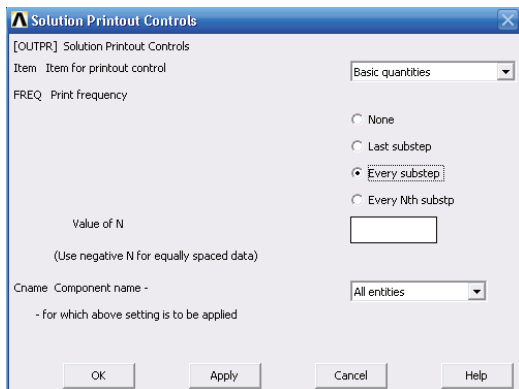

图 3-20 输出控制对话框
15) 选择 Main Menu | Solution | Load Step Opts | Output Ctrl | Solu Printout 命令，出现 Solution Printout Controls 对话框，在 Item Item for printout control 下拉选框中选择 Basic quantities，在 FREQ Print frequency 选项中选择 Every substep，如图 3-20 所示，单击 OK 按钮关闭该对话框。